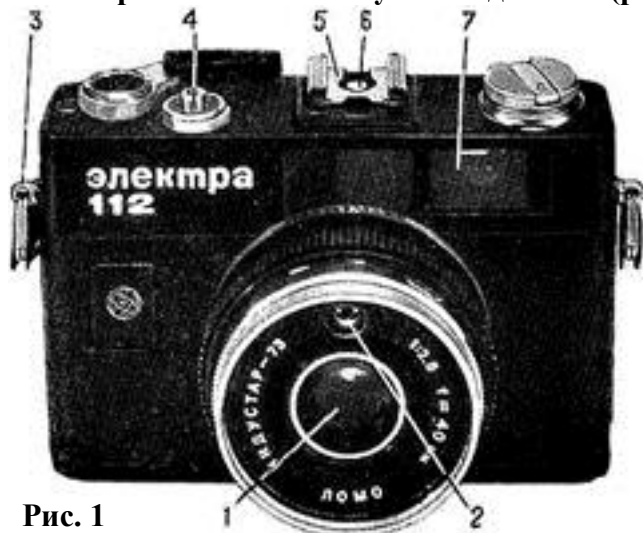
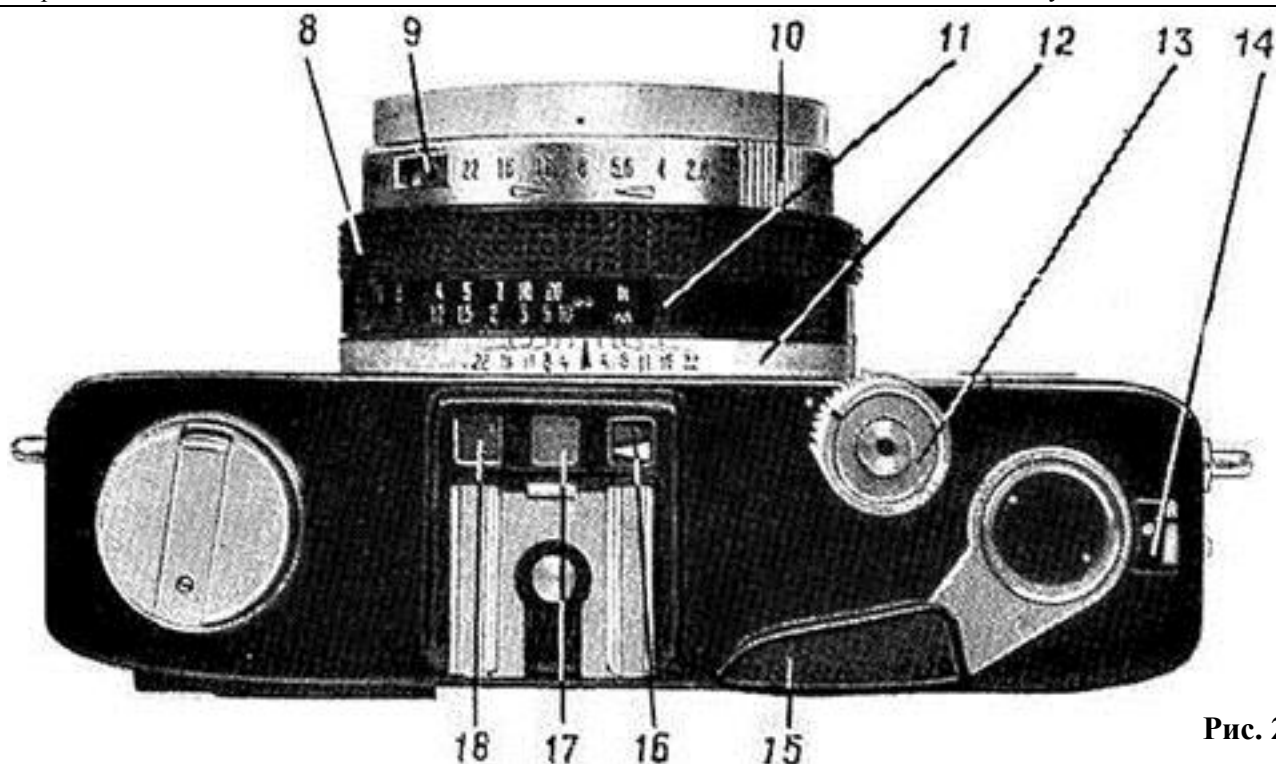
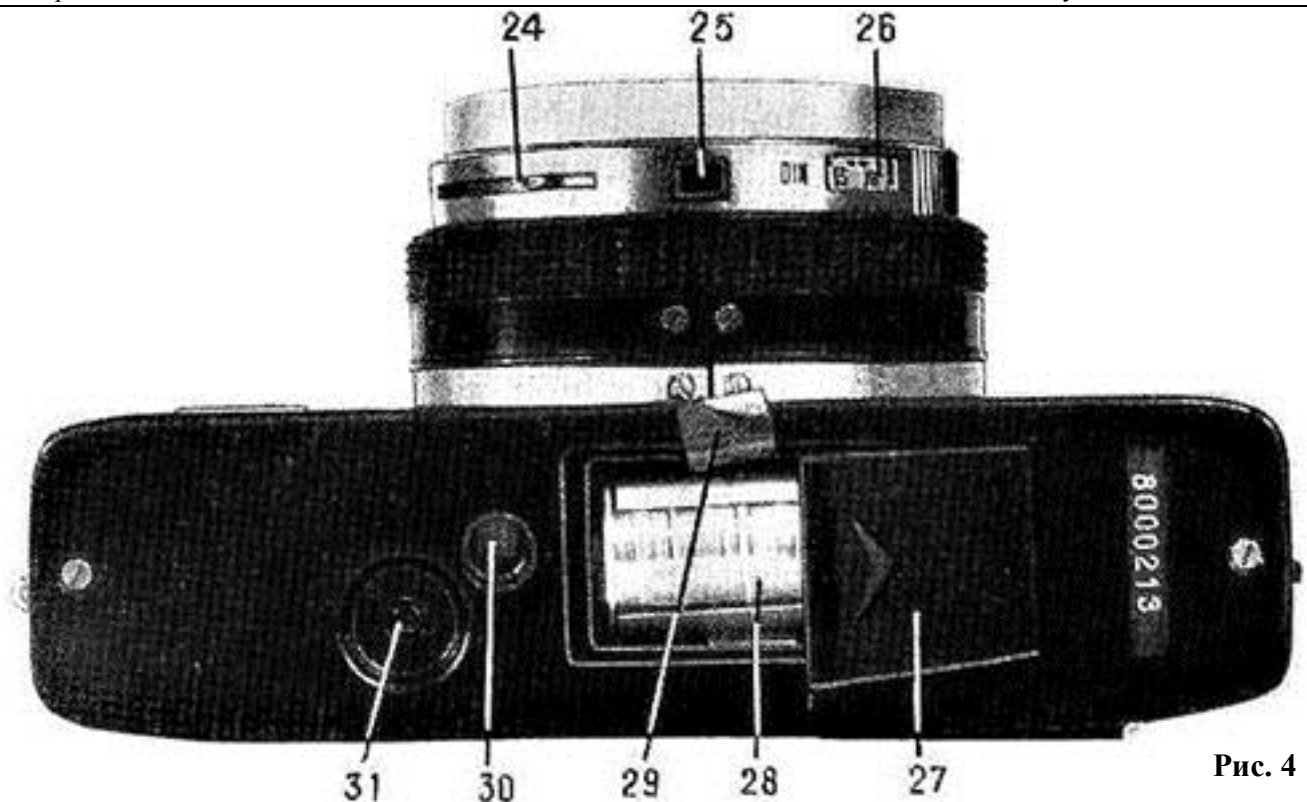
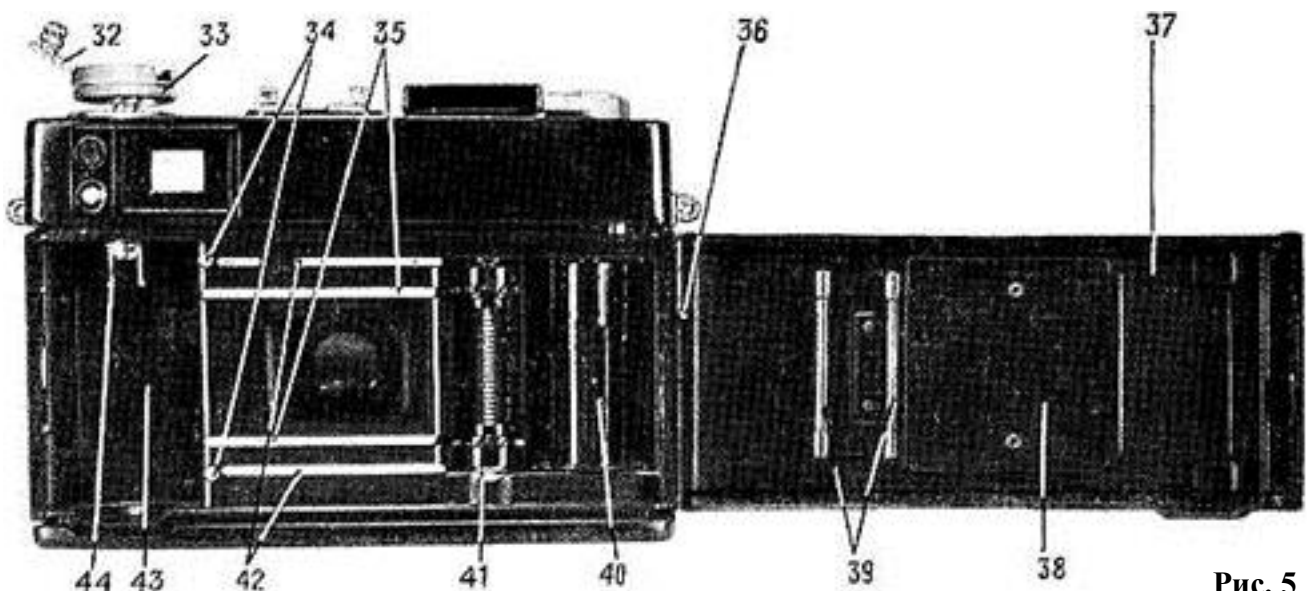

Рис. 1
Рис. 2
Рис. 4
Рис. 5
### 4.1. Перечень основных узлов и деталей (рис. 1–5)
Фотоаппарат «Электра 112» снабжен двумя световыми индикаторами – красным индикатором **18** (см. рис. 2) и желтым индикатором **17**, с помощью которых определяется оптимальный световой диапазон работы фотоаппарата.
Для исключения случайного нажатия спусковой кнопки **4** (см. рис. 1), что может привести к включению электронной схемы и разрядке источника питания, в фотоаппарате предусмотрена блокировка хода спусковой кнопки. Для блокировки хода спусковой кнопки необходимо повернуть фиксатор **13** (см. рис. 2) против направления часовой стрелки так, чтобы точка на фиксаторе расположилась против точки на крышке фотоаппарата.
Задняя крышка **37** (см. рис. 5) сделана съемной.
Фокусировка объектива проверяется с помощью дальномерного поля, расположенного в центре видоискателя. Если объектов не сфокусирован, изображение объекта фотографирования будет двоиться. Совмещение изображений осуществляется поворотом кольца фокусировки **8** (см. рис. 2).
Наличие в фотоаппарата шкалы для определения границ резко изображаемого пространства **12** (см. рис. 2) расширяет его эксплуатационные возможности.
Откройте крышку **27** (см. рис. 4), сдвинув ее в направлении, указанном стрелкой.
Для того чтобы вынуть источник питания из контейнера, необходимо открыть крышку **17** (см. рис. 2) контейнера и потянуть за конец ленту **29** (см. рис. 4).
Откройте заднюю крышку **37** (см. рис. 5), подняв маховик **33** вверх до упора. Вставьте конец пленки в прорезь приемной катушки **40**.
Поворачивая фиксатор спусковой кнопки **13** (см. рис. 2) по направлению часовой стрелки до упора, разблокируйте спусковую кнопку.
Поворачивая курок **15** до упора и нажимая спусковую кнопку, перемотайте два кадра, при этом обратите внимание на маховик **33** (см. рис. 5), который должен вращаться.
Для того чтобы ввести значение светочувствительности, необходимо, нажав клавишу фиксатора **25** (см. рис. 4), поворачивать рукоятку **24** управления кольцом светочувствительности пленки до тех пор, пока в окне **9** (см. рис. 2) против индекса не установится значение светочувствительности пленки в единицах ГОСТ. Значение светочувствительности в DIN устанавливается в окне **26** (см. рис. 4).
Взведите затвор поворотом курка **15** (см. рис. 2) до упора. Если курок не будет доведен до упора, механизм блокировки не позволит ему возвратиться в исходное положение.
После того как будет снят последний кадр, прежде чем вынуть пленку из фотоаппарата, необходимо перемотать ее в кассету. Для этого нажмите кнопку 31 (см. рис. 4) отключения транспортирующего барабана, которая останется в утопленном положении, откиньте рукоятку 32 (см. рис. 5) обратной перемотки и вращайте ее в направлении, указанном стрелкой, до тех пор, пока пленка не будет перемотана в кассету. Окончание перемотки Вы почувствуете по слабому рывку пленки и более легкому вращению рукоятки.
**Примечание.** Если при фотографировании последнего кадра курок 15 (см. рис. 2) взвода затвора и протягивания пленки не дошел до упора и не возвращается в первоначальное положение, то в этом случае необходимо, удерживая кнопку 31 (см. рис. 4) в утопленном положении, довести курок до упора.